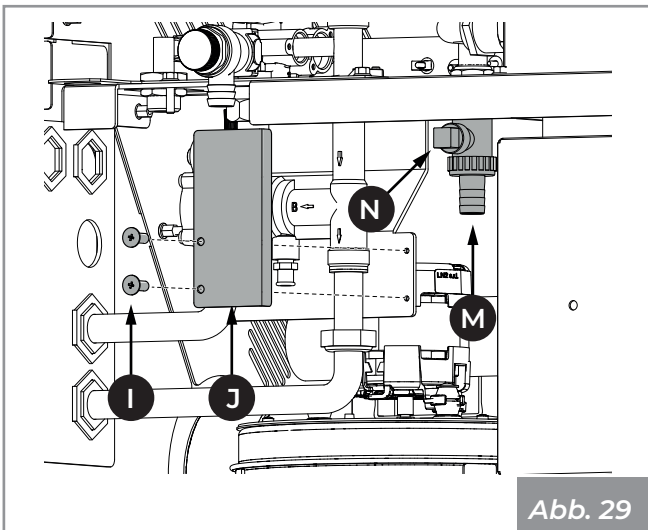

Abb. 29
- 1) Die Schrauben (I) abschrauben und den Schutz (J) entfernen (Abb. 29).